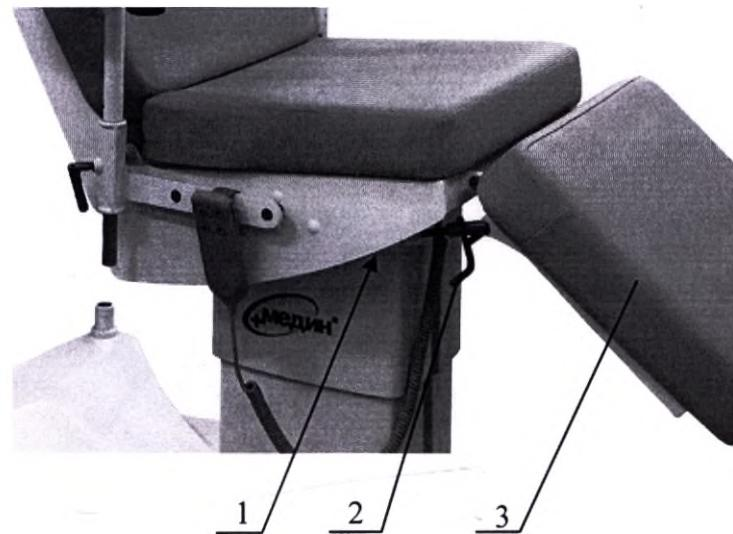

Рисунок 4. Органы управления ножной секцией.
10.4 Регулировка ножной секции осуществляется при помощи газовых пружин. Для подъема ножной секции 3 (Рисунок 4) поверните и удерживайте рукоятку 2 управления газовыми пружинами 1. Для опускания ножной секции дополнительно нажмите второй рукой на подушку ножной секции, после того, как ножная секция 3 примет нужное положение, отпустите рукоятку 2.